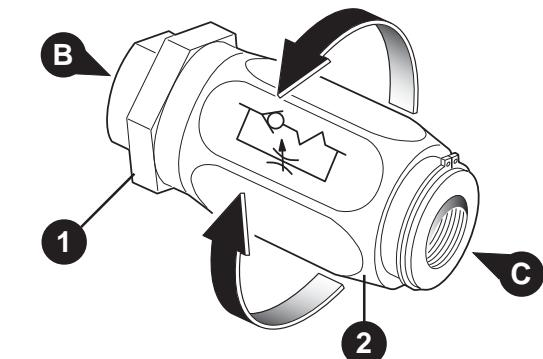

fig. 36
L'impianto oleodinamico è integrato con regolatori di flusso unidirezionali (Fig. 36) che permettono di regolare la quantità d'olio, in apertura od in chiusura secondo il senso di montaggio degli stessi.
- Flusso da B a C libero (Fig. 36);
- Flusso da C a B strozzato (regolato) (Fig. 36).